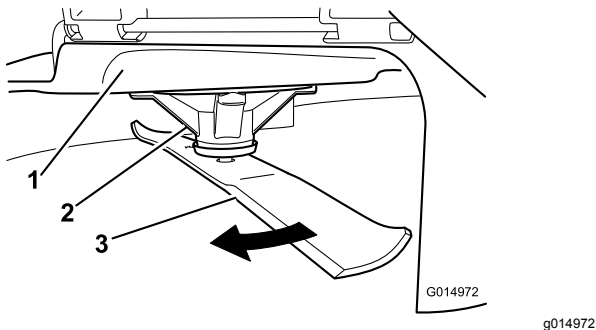

Bild 62
2. Tragen Sie dicke Handschuhe oder andere angemessene Handschuhe und drehen Sie das Messer langsam in eine Stellung, in der das Messen des Abstands zwischen der Schnittkante und der ebenen Fläche der Maschine möglich ist (Bild 62).